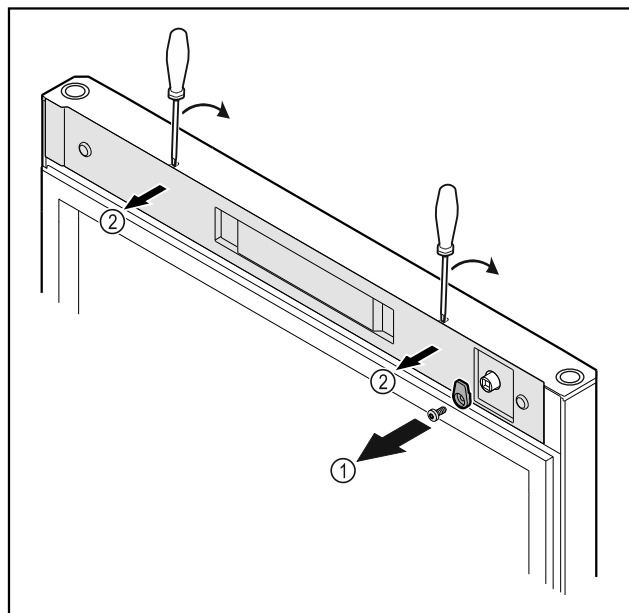

Fig. 16
- ▶ Odvijte zapiralni zatič Fig. 16 (1).
- ▶ Z majhnim izvijačem sprostite pokrov Fig. 16 (2) in ga odstranite.